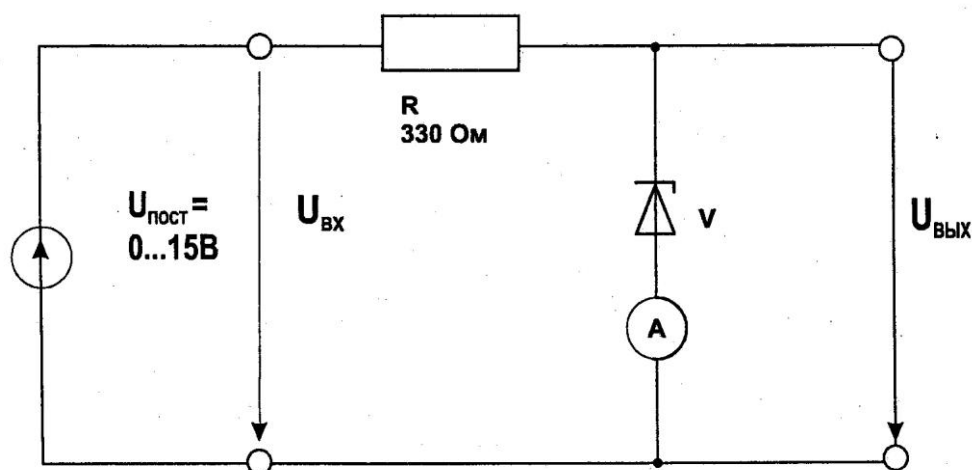

Рис. 3.2.1
- Соберите цепь согласно схеме (рис. 3.2.1). Устанавливая последовательно величины входного напряжения постоянного тока по табл. 3.2.1, измерьте соответствующие выходные напряжения и токи стабилитрона посредством мультиметров. Результаты занесите в таблицу.